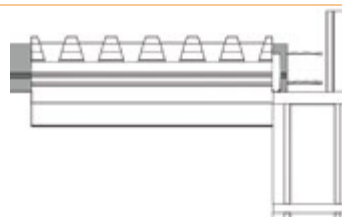

Figure 3
- Un des entrevous d'extrémité prend appui sur le mur porteur par l'intermédiaire de son emboîtement mâle (Figure 3)
- En l'absence d'Ecorupteur ou d'Ecorefend, un des entrevous d'extrémité prend appui sur le mur porteur par l'intermédiaire de son emboîtement mâle (Figure 3)